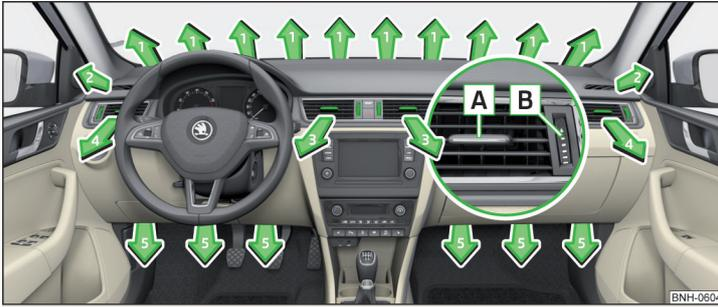

Fig. 109 Difusores de aire
En los difusores de aire **3** y **4** » fig. 109 se puede modificar el sentido de la corriente de aire, y los difusores se pueden también cerrar y abrir individualmente.
- Mover las láminas horizontales mediante el elemento de ajuste variable **A** » fig. 109 o bien hacia arriba o abajo para cambiar la altura de la corriente de aire.
- Gire la rueda **B** » fig. 109 hacia arriba.
- Gire la rueda **B** » fig. 109 hacia abajo.
Ajustar la dirección de salida de aire	Difusores de aire activos» fig. 109